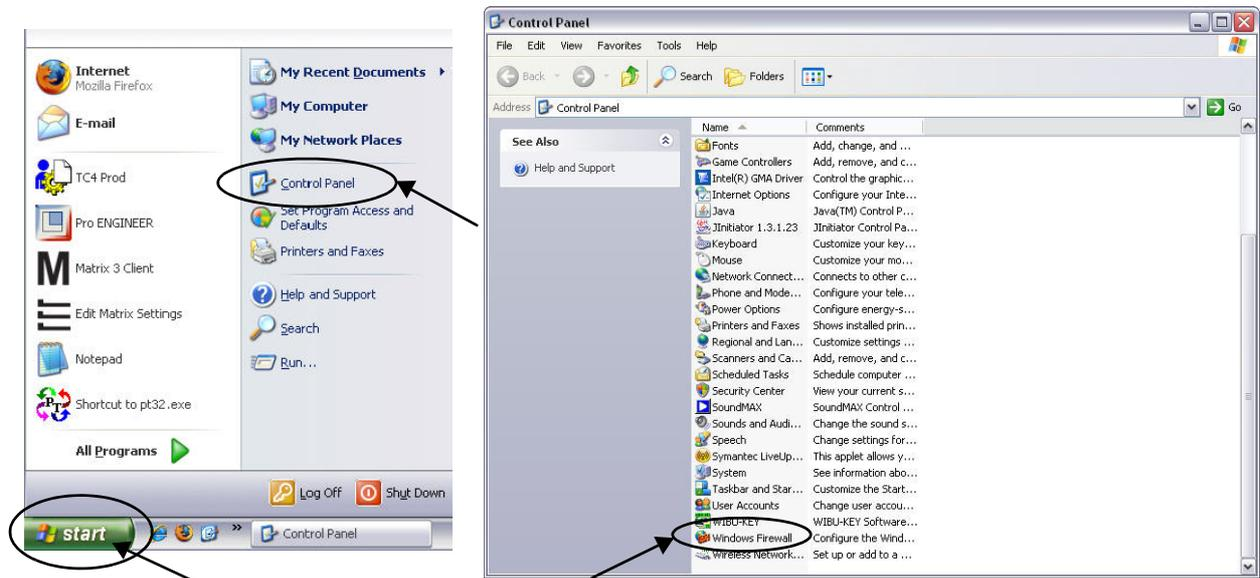

ABB. 24
1. Klicken Sie auf Start/Alle Programme/Windows Firewall, um den Editor zu starten (ABB. 24).